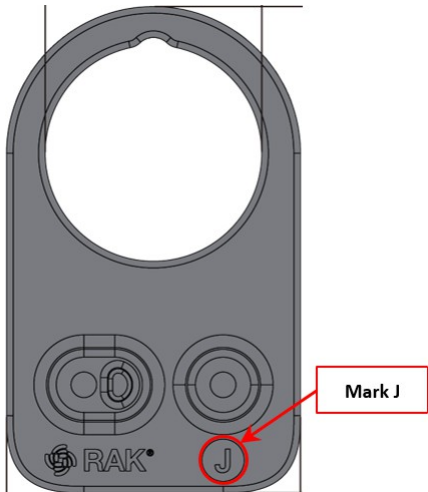

Abbildung 37: Mit dem Buchstaben J gekennzeichnetes Befestigungszubehör
1. Verwenden Sie für die Klettverschlussbefestigung ein (1) Befestigungszubehöerteil mit einer Markierung, die mit dem Buchstaben **J** gekennzeichnet ist, wie in **Abbildung 37** dargestellt.